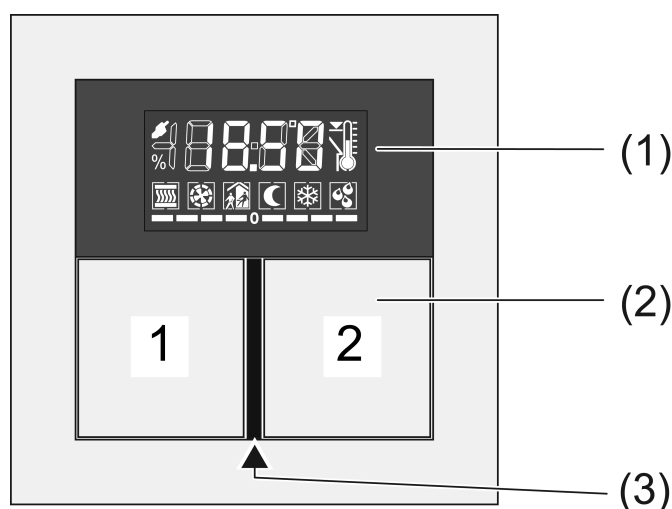

рисунок 1
- Открыть: одновременно нажмите кнопки 1 и 2 вверху слева (см. рисунок 1).